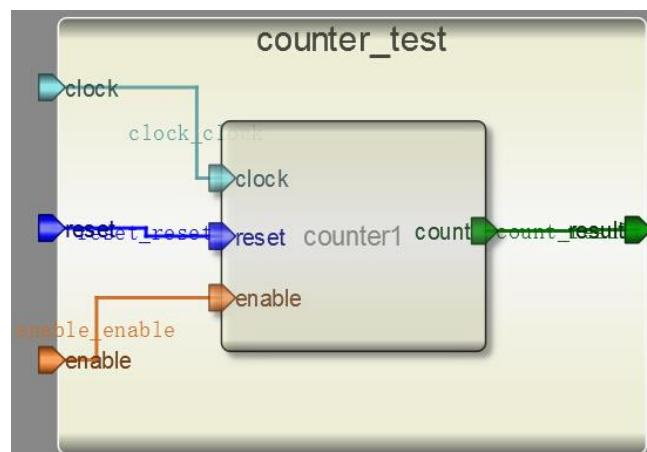

图 2-2-10 连接引脚
(5) 连接引脚。点击工具栏中的  图标，或者选择菜单“Tool”中的“Connect”，如图 2-2-10 所示，连接引脚。这个时候，注意查看连接线的颜色。如果鼠标要变回选择模式，点击图标 。